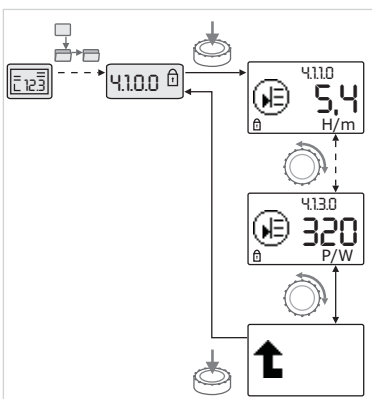

Fig. 33: Richiamo di informazioni
- Ruotando il pulsante rosso selezionare gli elementi di menu del tipo "Informazioni" dell'attuale sottomenu (vedi fig. 33). Per la spiegazione delle impostazioni rappresentate da simboli vedi tabella del capitolo 8.7 "Riferimento elementi di menu" a pagina 74.